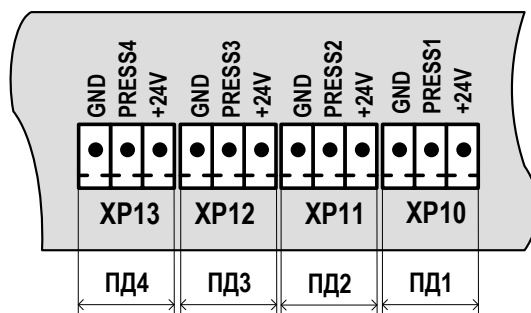

Рис.16. Обозначение коммутационных элементов подключения ПД.
6.5.4.1. Входы каналов давления 1..4 предназначены для подключения преобразователей давления, имеющих унифицированный токовый сигнал в диапазоне 0–5, 0–20 или 4–20 мА. Обозначение коммутационных элементов для подключения ПД показано на рис.16.